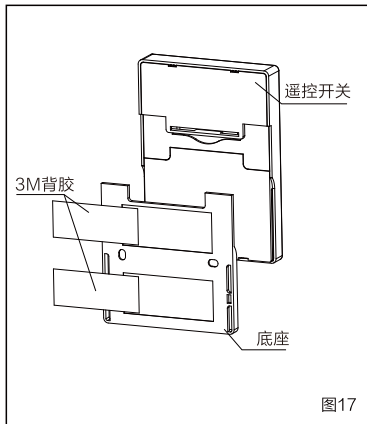

图17
② 安装方式2：将3M背胶粘贴到底座背面槽内，选择合适的安装位置，将底座粘贴到墙面上（安装前请保证粘贴位置整洁、干燥，否则会影响粘贴效果），将遥控器插入底座，接通主机电源，确认产品各项功能正常（图17）。